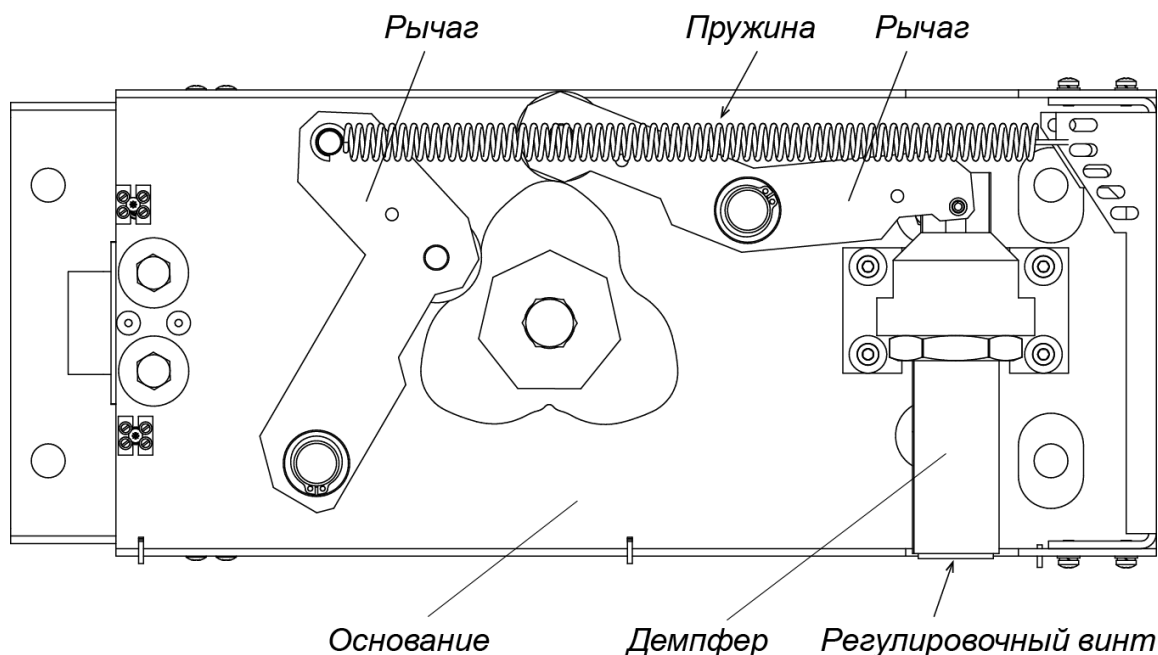

Рисунок 21. Демпфер турникета PERCo-RTD-15.2
1. Снимите крышку (9) с балки привода (8) (см. разд. 6).
2. Отверните шестигранным ключом SW3 стопорный винт, расположенный на торце регулировочного винта демпфера (см. рис. 21).